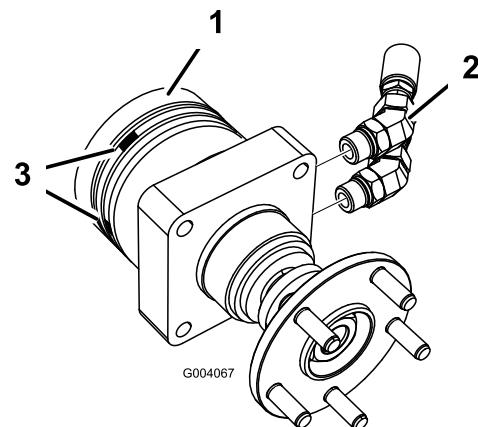

Figura 2
- Instale dos acoplamientos hidráulicos de 45° en cada motor de rueda (Figura 2). Posicione los acoplamientos de manera que estén orientados directamente hacia atrás.